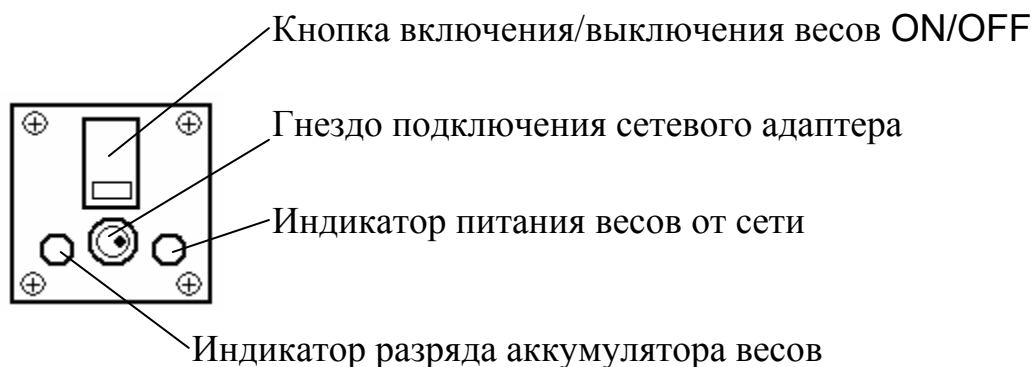

Рис. 5.2 - Панель включения весов
5.3 В нижней части корпуса весов под защитной резиновой крышкой находится панель включения весов с элементами индикации (см. Рис. 5.2).
6.4 Включить весы, нажав кнопку включения ON/OFF (см. Рис. 5.2).
При автономном режиме работы весов засветка индикатора разряда аккумулятора (см. Рис. 5.2) свидетельствует о необходимости заряда аккумулятора.
Для заряда подключить штекер сетевого адаптера к весам, а затем подключить адаптер к сети. На весах должен загореться индикатор питания весов от сети (см. Рис. 5.2). Цвет данного индикатора может меняться от красного (означает, что происходит заряд аккумулятора) до зеленого (означает, что аккумулятор заряжен).